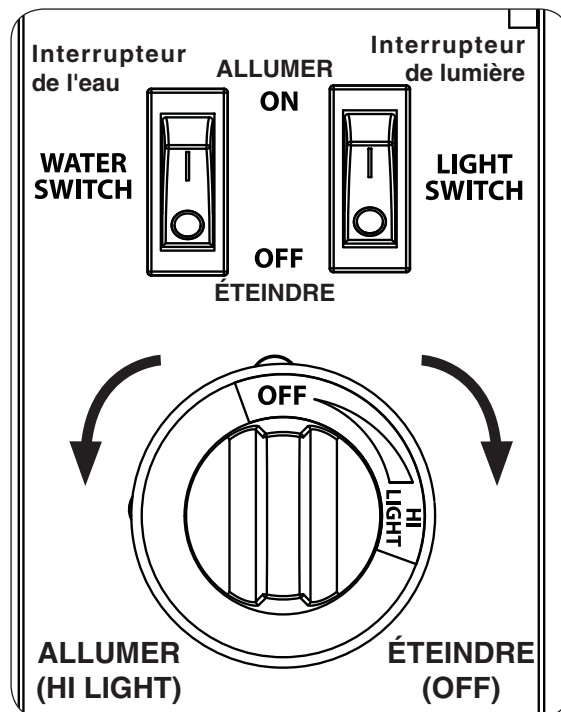

Fig. 30-2 Détail de la boîte de contrôle
4. **Une fois que le match est en feu et en position**, appuyer sur le bouton de contrôle du gaz et tournez dans le sens antihoraire à la position de **HI LIGHT (allumer)** (voir Fig. 30-2). Votre brûleur devrait s'allumer.
Pour éteindre le brûleur à gaz, appuyer sur le bouton de contrôle du gaz et tourner dans le sens horaire à la position **OFF (éteindre)** (voir Fig. 30-2). Assurez-vous que le bouton de commande est tourné complètement hors tension pour éviter toute fuite de gaz.
2. Basculez l'interrupteur de l'eau (côté droit de Firefall) à la position ON (I) (voir Fig. 30-2).
1. Basculez l'interrupteur de lumière (côté droit de Firefall) à la position ON (I) (voir Fig. 30-2).